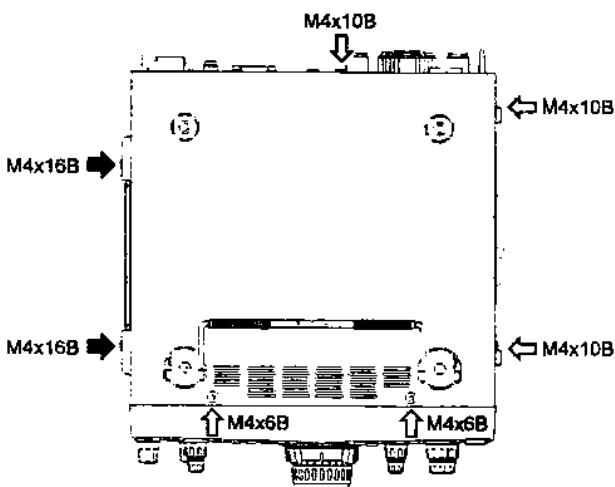

Abbildung 1
- ① Entfernen Sie den Tragegriff und den unteren Gehäuseteil des Transceivers (siehe Abbildung 1). Entfernen Sie auch die mit der Rückseite verbundene Schraube.